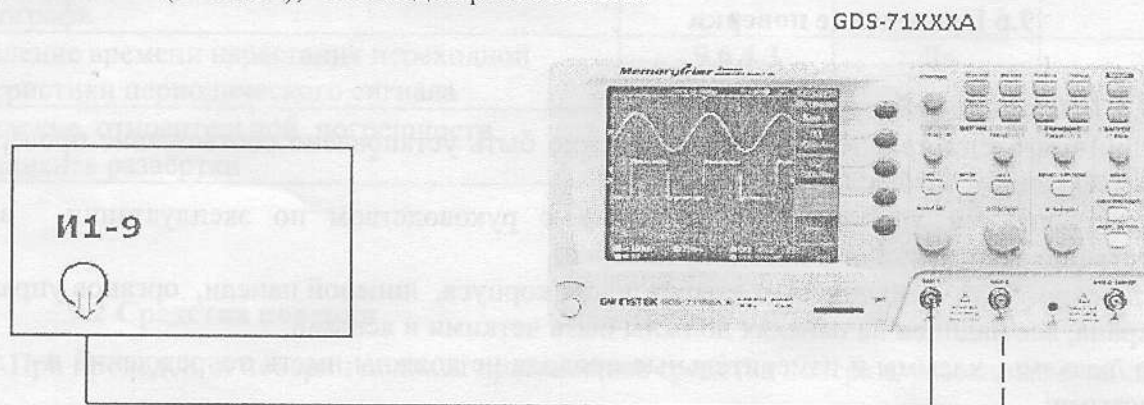

Рис.9.1
9.6.4.1 Определение относительной погрешности коэффициента отклонения каждого канала производят методом прямого измерения при помощи калибратора осциллографов импульсного И1-9. Схема соединения приборов приведена на рис.9.1